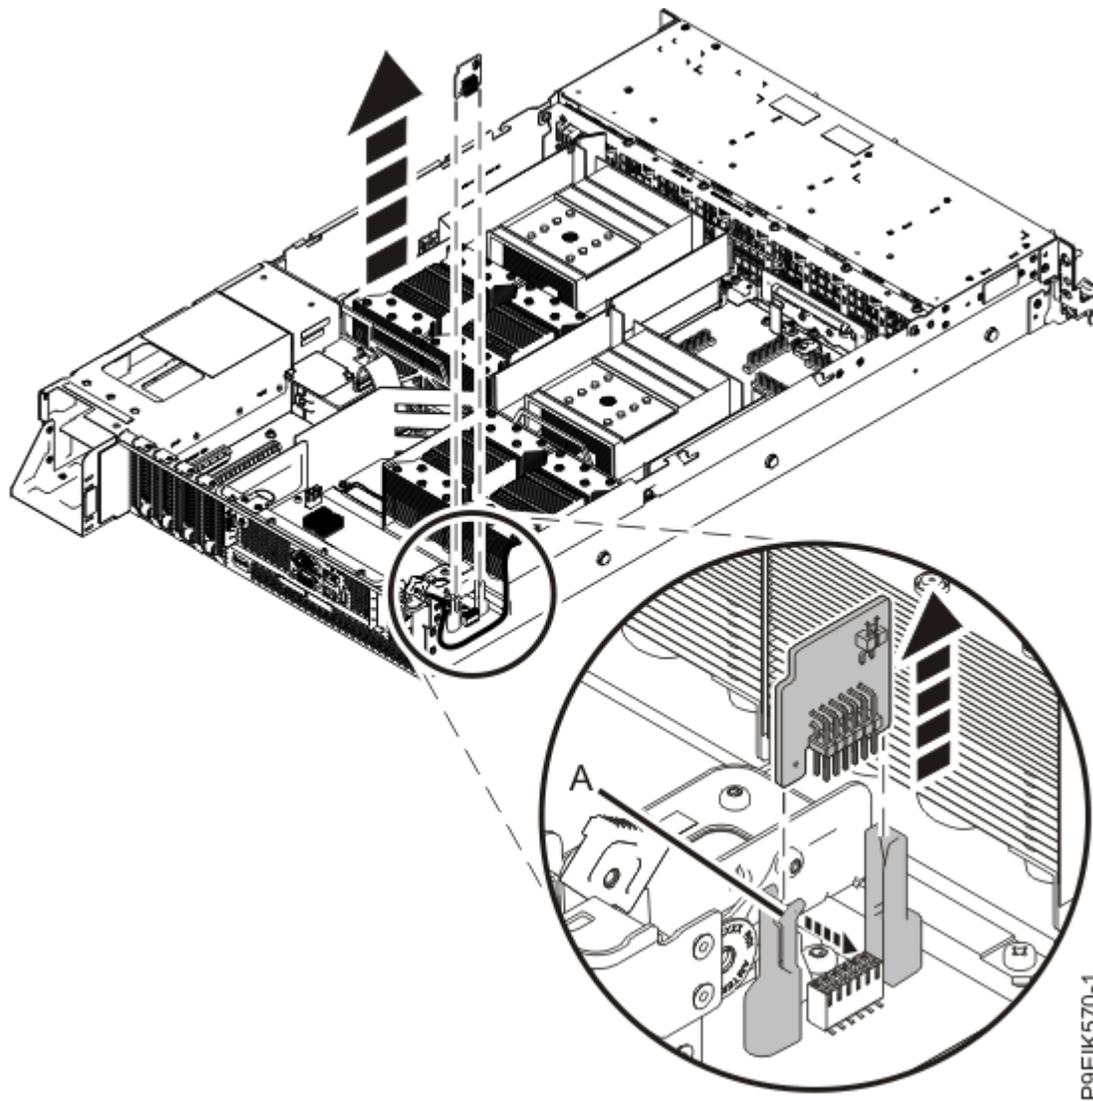

Figure 97. Retrait du module de plateforme sécurisée
2. Tirez le levier **(A)** pour libérer le module de plateforme sécurisée et soulevez celui-ci à la verticale à partir du fond de panier système comme illustré dans la Figure 97, à la page 121.